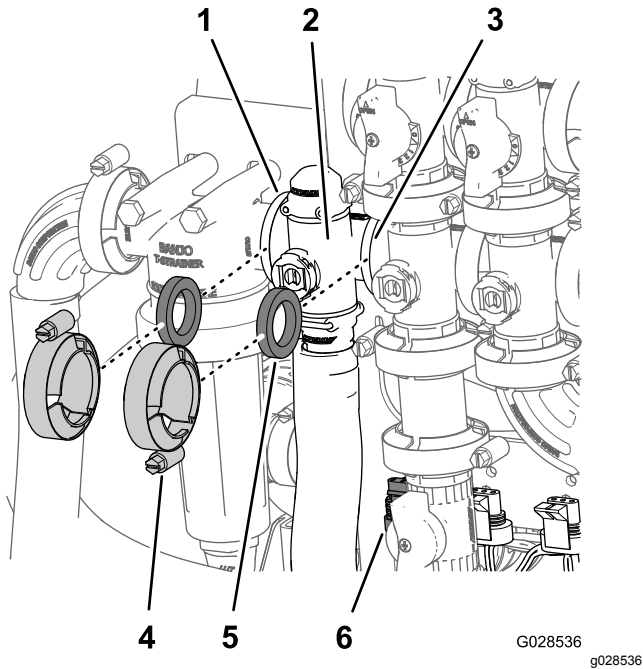

Figura 88
1. Retire las abrazaderas y las juntas que sujetan el distribuidor de la válvula de control de caudal (Figura 88).